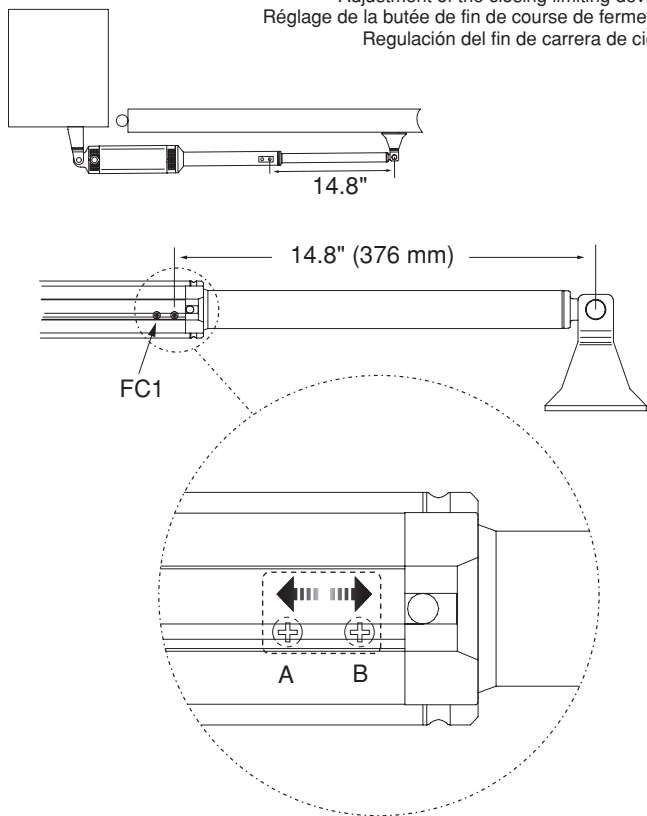

Fig. 14
8.2) Regulación del fin de carrera de apertura (fig. 14):